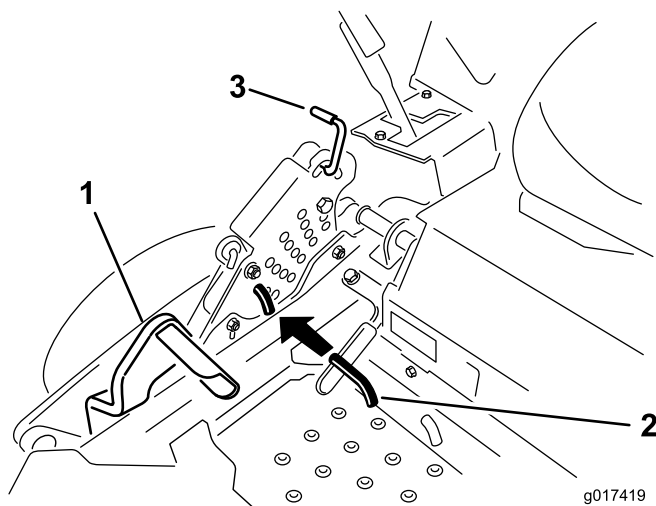

Figure 71
5. Enfoncez complètement la pédale de relevage du plateau de coupe pour verrouiller le plateau à la position de transport de 14 cm (Figure 71).